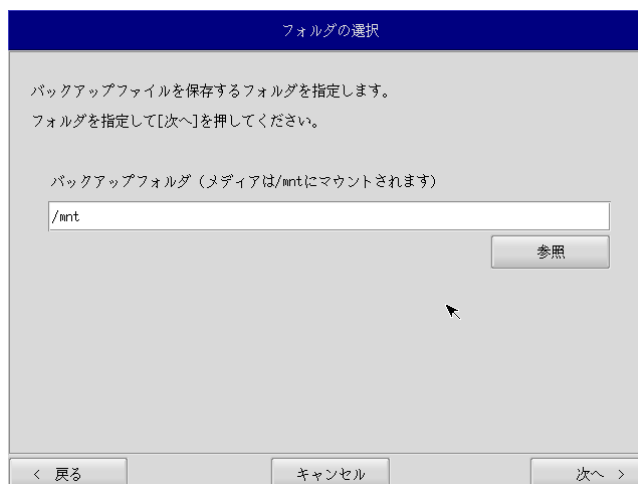

図 6-3-3. フォルダ選択画面
- ⑤ フォルダ選択画面（図 6-3-3）が表示されます。[参照]ボタンを押します。
- ⑦ フォルダ選択画面（図 6-3-3）で指定したバックアップフォルダが入力されていることを確認します。[次へ] ボタンを押します。